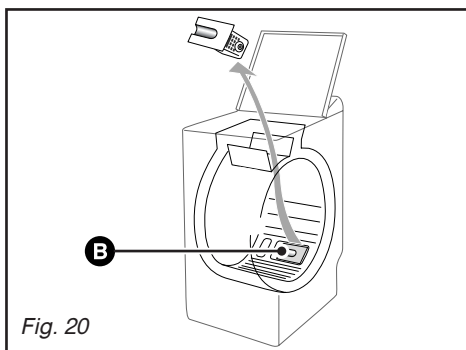

Fig. 20
Par les ouvertures laissées libres par le retrait de la pièce **A**, vous avez accès au filtre de pompe **B** (Fig. 20)
- retirez-le de son logement (Fig. 20)